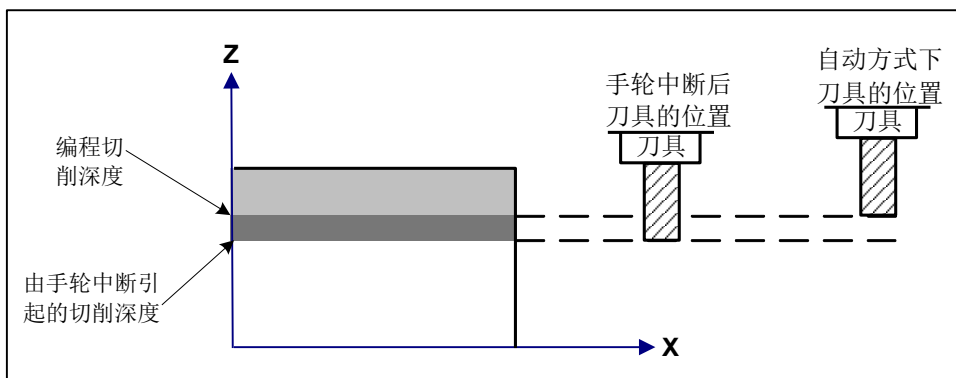

图 6-2-1-1
- 当在自动、录入、DNC 方式下有程序在运行时通过进给保持后转换到手脉方式则执行手脉中断功能，手脉中断坐标系见图 6-2-1-2。